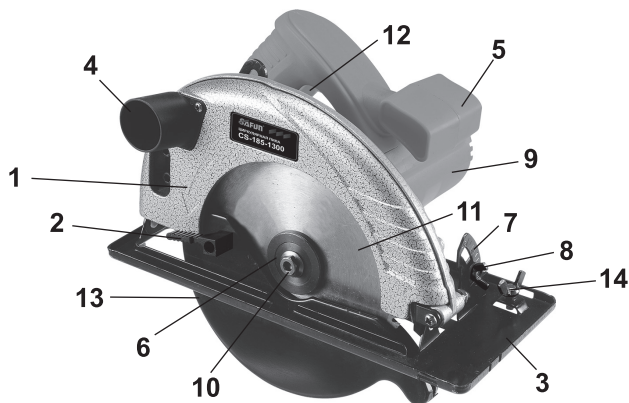

рис.1
1.6 Общий вид пилы представлен на рис.1
1.7 Пила состоит из коллекторного двигателя в пластиковом корпусе (рис.1 поз.9) с рукояткой (рис.1 поз.14) и металлического редуктора, совмещённого с верхним неподвижным кожухом (рис.1 поз.1). Крутящий момент с якоря электродвигателя, через шестерню, передаётся на шпindel, соосный с электродвигателем. На шпindel пилы, между опорным и зажимным (рис.1 поз.6) фланцами крепится пильный диск (рис.1 поз.11). Это основной рабочий инструмент пилы. Корпус пилы закреплён на металлической опорной (или направляющей) плите (подошве). Подошву можно наклонить и, тем самым, задать угол распила. Глубина погружения диска также регулируется. На передней кромке направляющей плиты (подошвы) имеются целики, которые упрощают распил по линии использования упоров.
1.8 Клавиша выключателя (рис.1 поз.12) расположена в нижней части рукоятки. Включение пилы осуществляется нажатием на клавишу выключателя (рис.1 поз.12) указательным пальцем после нажатия и удержания кнопки блокировки большим пальцем. Пила отключается при отпускании клавиши выключателя, при этом кнопка блокировки (со щелчком) возвращается в исходное положение.
- открутить накидным ключом винт крепления диска (рис.1 поз.10), снять прижимной фланец (рис.1 поз.6);
- переместить вверх за рычаг (рис.1 поз.2) нижний подвижный кожух, снять пильный диск (при замене);
2.2.3 При необходимости изменения глубины пиления, ослабить винт фиксации глубины пропила, выставить направляющую (опорную) плиту (рис.1 поз.3) по шкале в нужное положение и зафиксировать в выбранном положении, закрутив винт.
- ослабить винты (рис.1 поз.8) фиксации угла наклона (с двух сторон);
- подняв за рукоятку двигатель с диском, выставить по шкале кронштейна (рис.1 поз.7) необходимый угол пиления;
2.2.5 При необходимости отпиливания заготовок строго определённой ширины, установите параллельный упор - линейку. Упор вставляется в отверстия направляющей плиты (справа или слева) и крепится винтом (рис.1 поз.14).
ВНИМАНИЕ! Не фиксируйте нижний подвижный кожух (рис.1 поз.13) в открытом положении. Это может привести к заклиниванию диска, а также к травмам и повреждениям. Кожух будет автоматически сдвигаться при подаче заготовки.